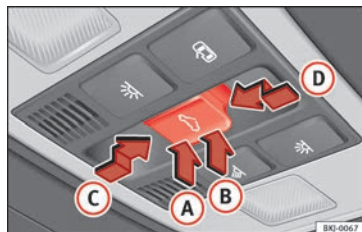

Fig. 141 Dans le ciel de pavillon : touche du toit ouvrant.
La touche  » fig. 141 présente deux niveaux. Le premier niveau permet de situer le toit en position déflectrice, d'ouvrir ou fermer entièrement ou partiellement le toit ouvrant.
• Avant que ne s'écoulent environ 5 secondes à partir de l'activation du dispositif anti-pincement, appuyez sur la touche  » fig. 141 jusqu'au second niveau dans le sens de la flèche » fig. 141  jusqu'à ce que le toit se ferme complètement.